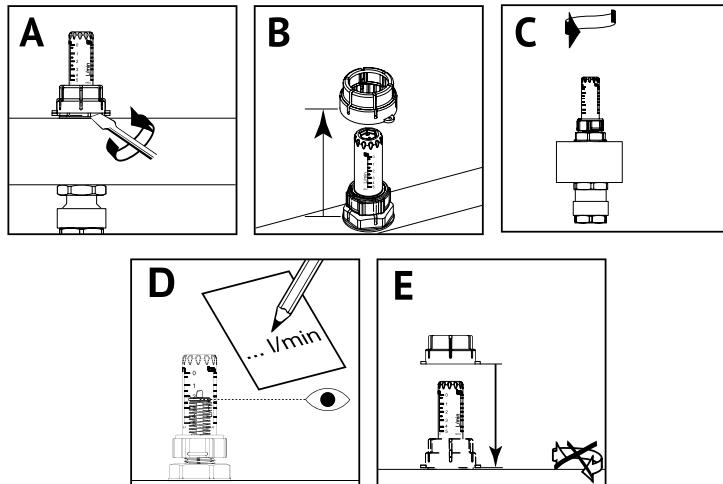

Рис. 4. Настройка балансировочного вентиля
5.4. Настройка балансировочного вентиля (Рис.4).
- Подденьте плоской отверткой защитный колпачок (A) и снимите его (B);
- Поверните гайку против часовой стрелки до затруднения вращения (C);
- Настройте поток через отвод. Для этого, вращая гайку по часовой стрелке, установите необходимый расход, опираясь на показания расходомера (D);
- Зафиксируйте настройку, одев и опустив колпачок до щелчка (E).